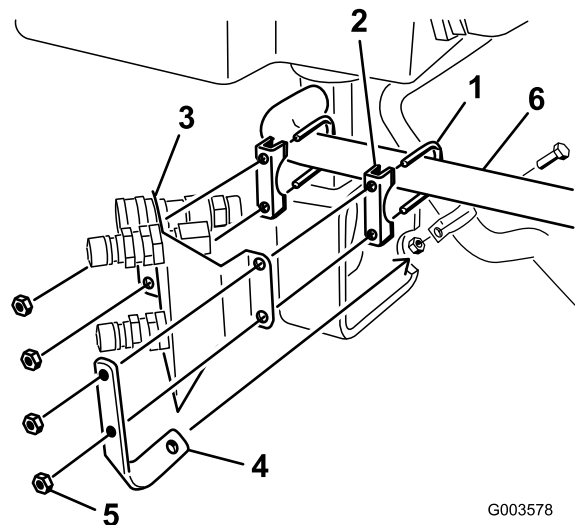

Figura 9
2. Conecte el soporte de retención de las mangueras y el soporte de los acoplamientos a las abrazaderas del silenciador. No apriete las tuercas todavía. El soporte del acoplamiento tiene que estar suelto para poder instalar los tubos hidráulicos (Figura 9).